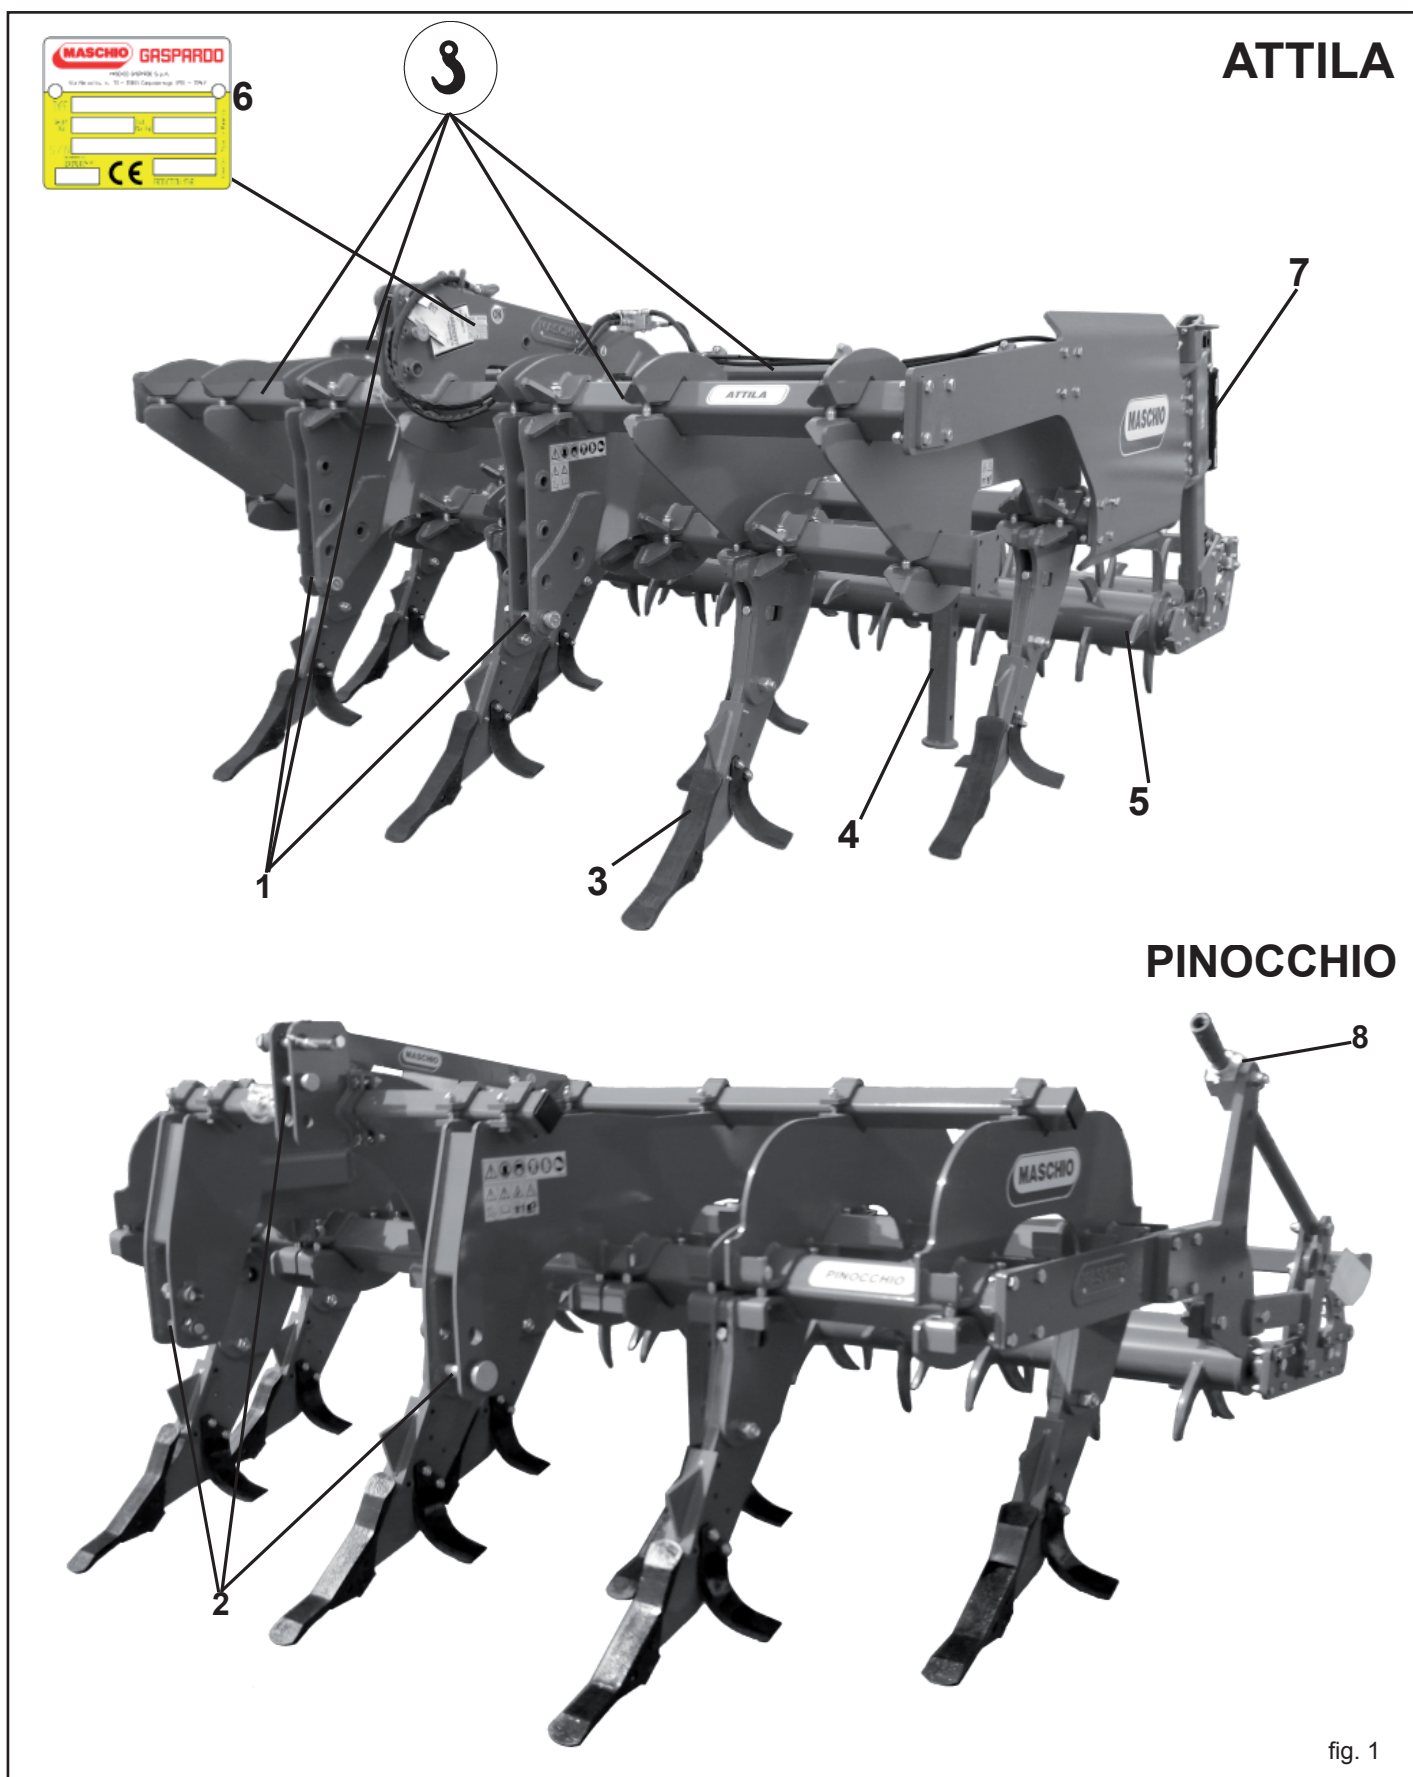
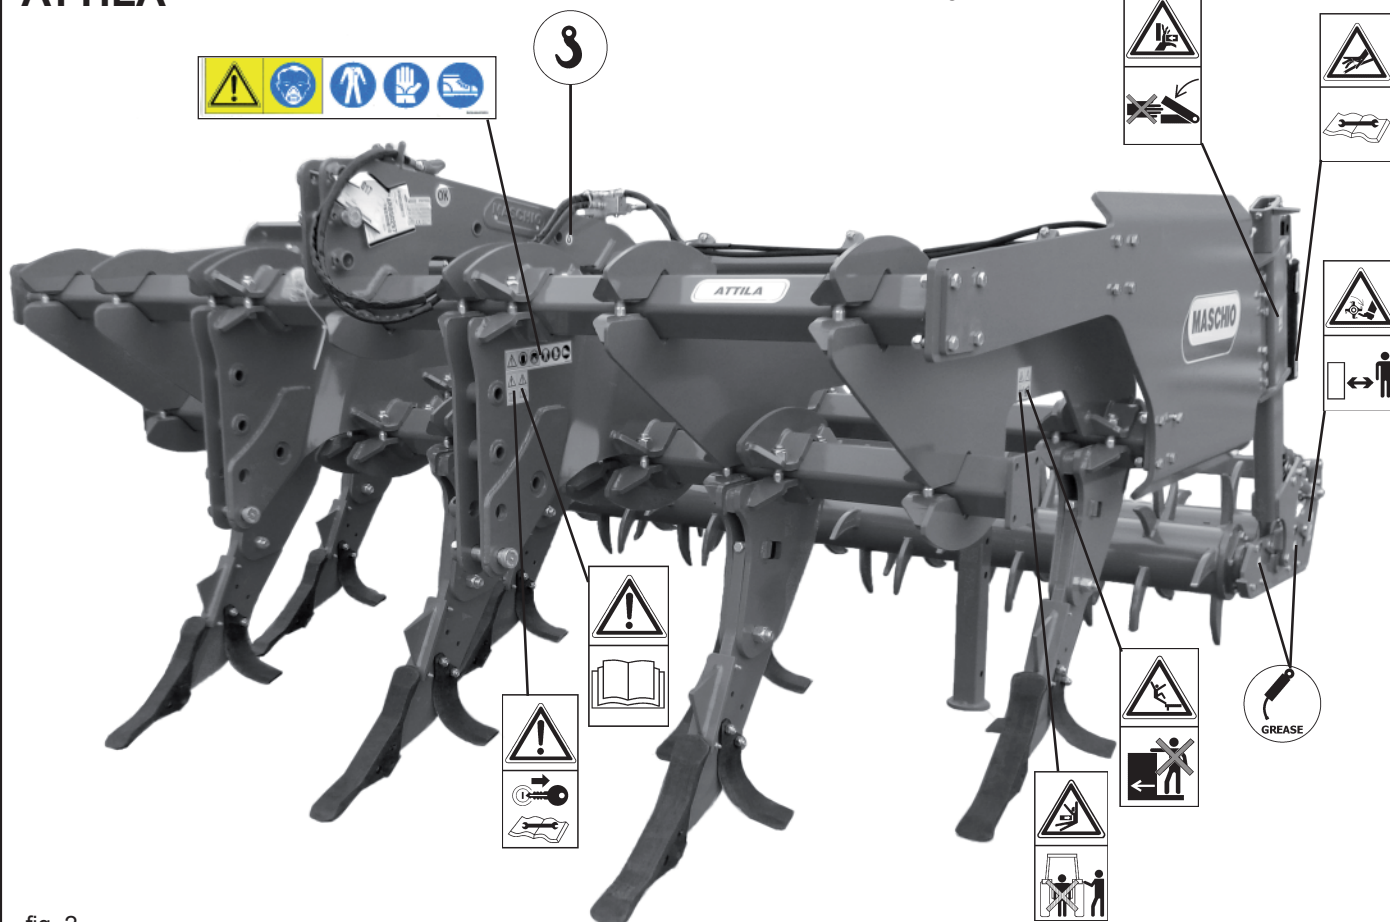

fig. 1
fig. 2
En cas de manutention de la machine, soulever celle-ci en la fixant aux crochets spéciaux par un palan ou une grue appropriés ayant une capacité suffisante. Étant donné sa dangerosité, cette opération doit obligatoirement être effectuée par du personnel formé et expert. La masse de la machine apparaît dans la plaque d'identification (5 Figure 1). Les points d'attelage sont identifiés par la présence du symbole graphique «crochet» (6 Figure 2).
1.6 DESSIN GLOBAL (Fig. 1)
Les signaux décrits dans sont indiqués sur la machine (Fig. 2). Nettoyer et remplacer ces signaux s'ils sont détachés ou illisibles. Lire avec attention la description et mémoriser son sens.